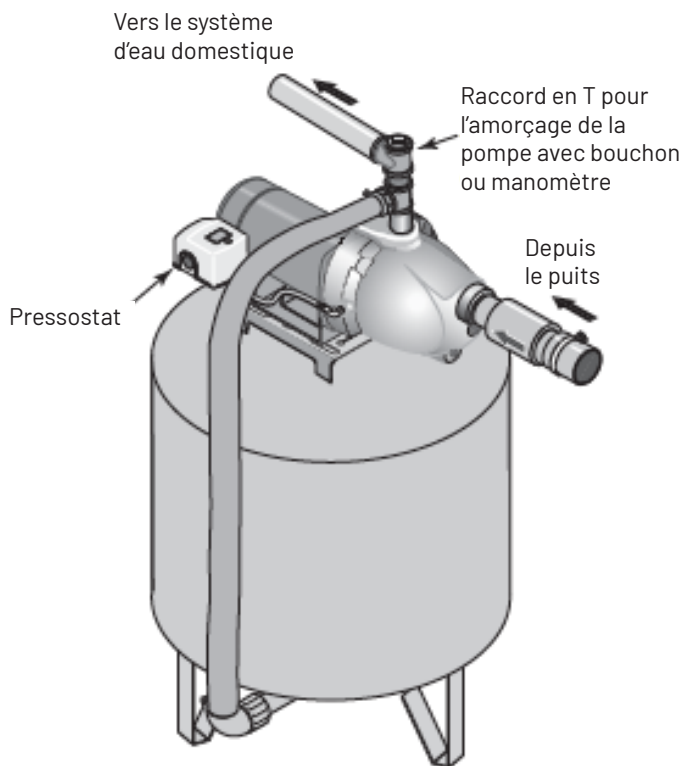

Figure 4 : Raccordements du réservoir préchargé
1. Installez deux raccords en T dans l'orifice de refoulement de la pompe (figure 4). Le diamètre du tuyau doit être au moins égal à celui de l'orifice de refoulement.